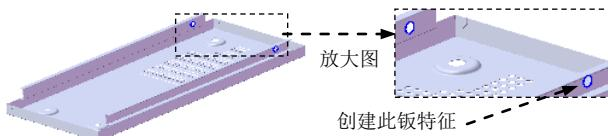

图 17.9.54 创建孔 1
- (1) 选择命令。选择下拉菜单 **插入(I)** → **阵列/镜向(E)** → **填充阵列(F)** 命令。
- (2) 定义填充边界。选取 Step23 创建的草图为边界。
- (3) 定义阵列布局。在 **阵列布局(O)** 区域中选中“穿孔”按钮 ，在 **实例间距(D)** 文本框中输入 8，在 **交错断续角度(S)** 文本框中输入 0，在 **边距(M)** 文本框中输入 2。
- (4) 定义要阵列的特征。选中 **要阵列的特征(E)** 区域中的 **所选特征(U)** 单选框，单击 后的区域，选取 Step22 创建的切除—拉伸 2。
- (5) 单击对话框中的 按钮，完成填充阵列 1 的创建。
Step25. 创建图 17.9.54 所示的孔 1。